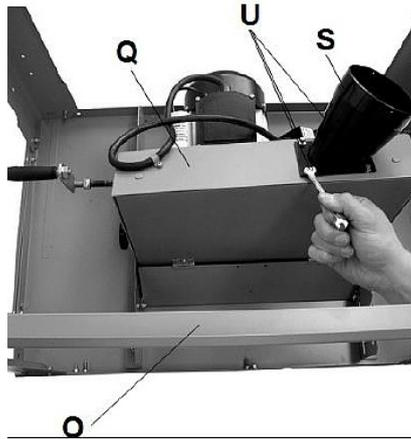

Abb. 8: Absaugstutzen montieren
- Um den Absaugstutzen zu installieren, befestigen Sie den Absaugstutzen mit 4 Schrauben (U) an der Seite des Gehäuses (Q) Abb. 8.